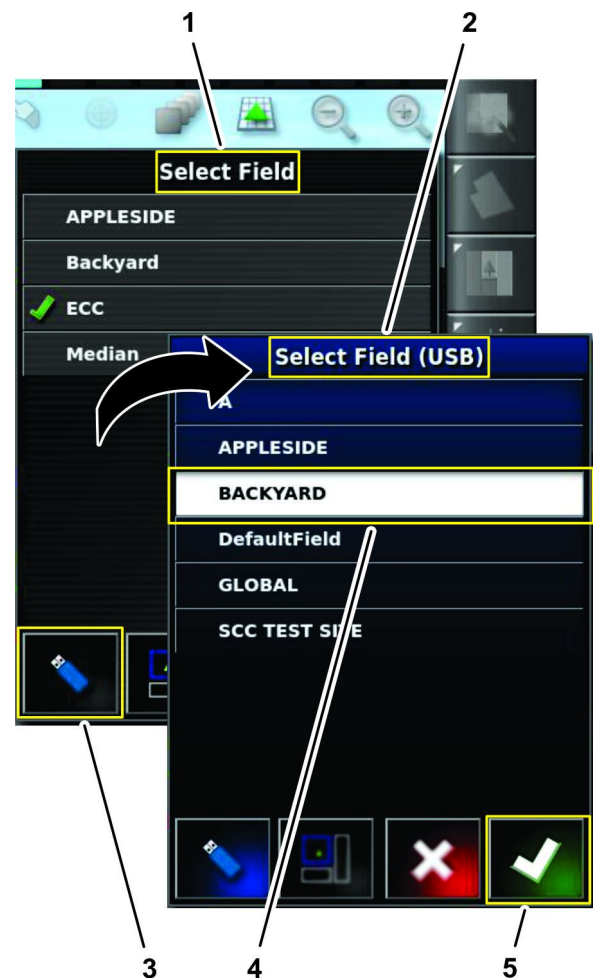

Figura 36
1. Nell'elenco Seleziona campo, premete l'icona Commuta (Figura 36).
2. Nell'elenco Seleziona campo, premete l'icona Campo per il campo che state irrorando, quindi premete l'icona Conferma (Figura 36).